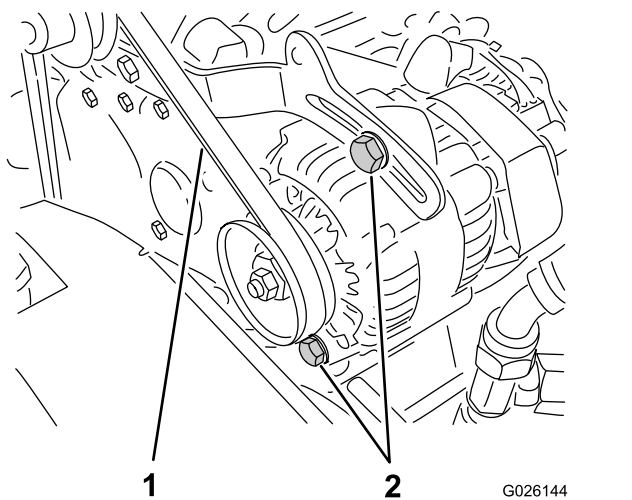

Figura 60
2. Verificați tensionarea apăsând curea la mijlocul distanței dintre arborele cotit și fuliile alternatorului cu o forță de 10 kgf (**Figura 60**).
- A. Slăbiți cele 2 uruburi de montare a alternatorului (**Figura 60**).
curelei, apoi strângeți uruburile de montare (Figura 60).